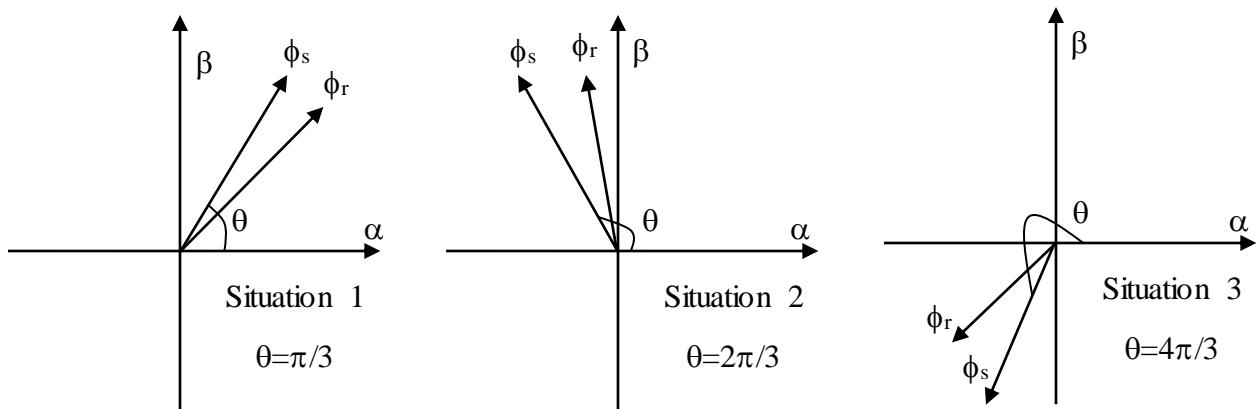

Figure 5.
2. La figure 5 indique trois situations pour les flux statorique et rotorique dans le plan  $\alpha\beta$ . On suppose que le sens de rotation des flux statorique et rotorique est le sens antihoraire. Indiquer pour chaque situation, le secteur contenant le vecteur du flux statorique.